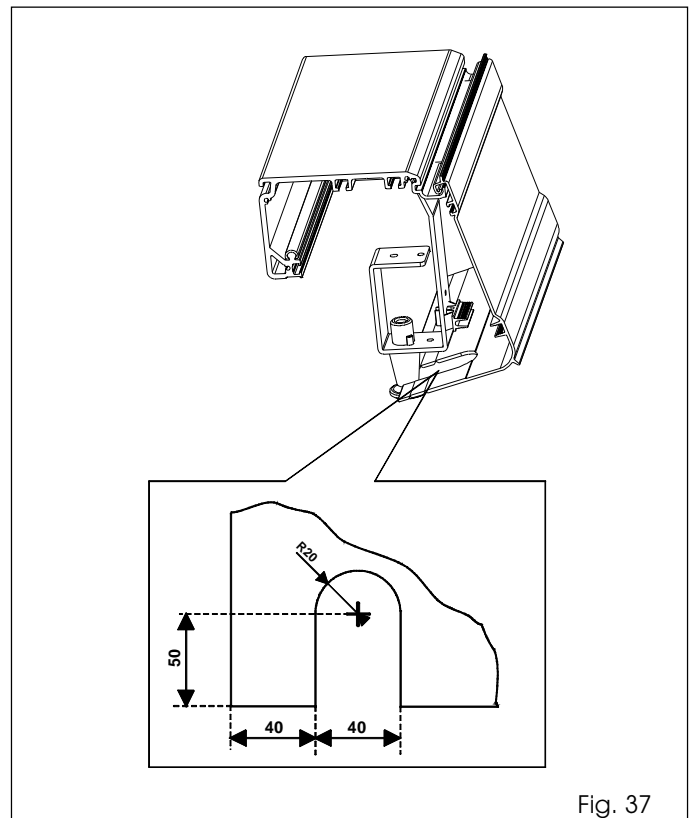

Fig. 37
N.B.: Nel caso si utilizzi lo sblocco interno è necessario, per una corretta chiusura del carter, sagomarlo utilizzando le quote di fig. 37.